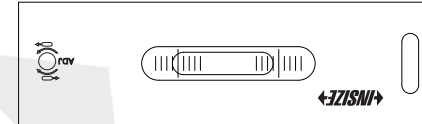

Fig.3
c) Tourner le niveau de 180°, glisser (et non poser) le niveau dans la même position que la surface (Fig.3).